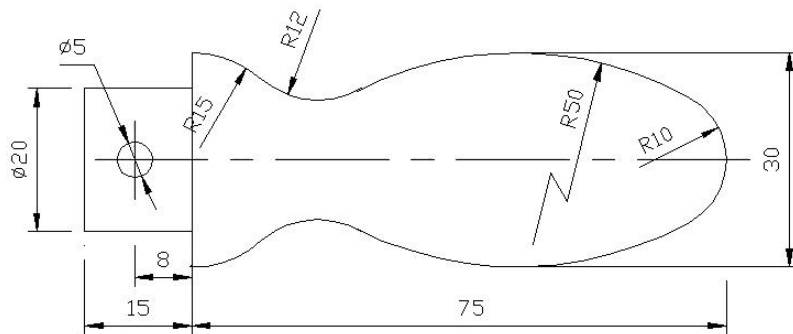

图 2-116 扩展项目图形 2
2. 利用已掌握的 AutoCAD 2007 图形绘制和编辑命令，结合图层设置、尺寸标注等绘制如图 2-116 所示的图形。